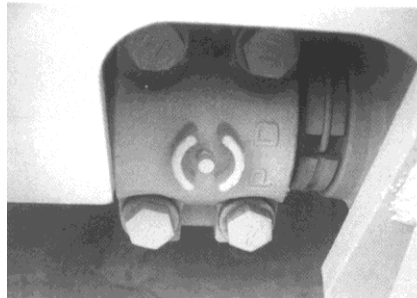

Рис. 6-20.
1. Смажьте вкладыш подшипника в 2 точках (см. рис. 6-20).